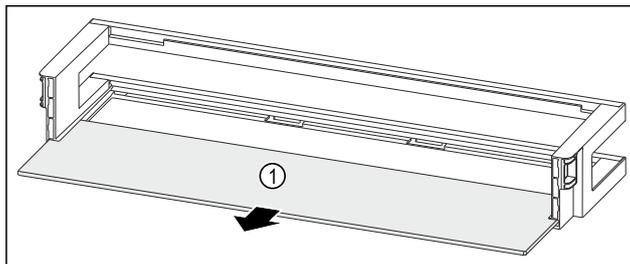

Fig. 95 Лотки на дверцятах з полицею
- ▶ Дістаньте полицю Fig. 95 (1).